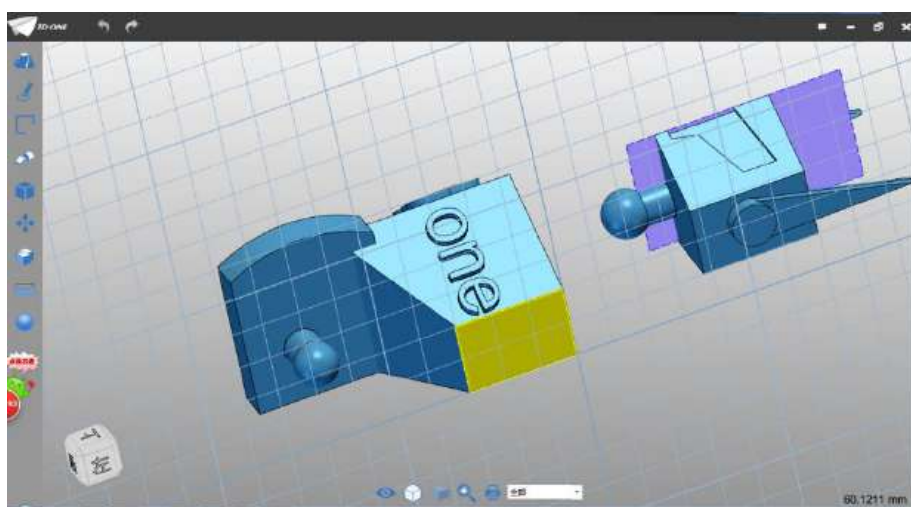

图 3-1
Step 1 选择矩形草图命令 ，绘制平面如下图 3-1 所示：